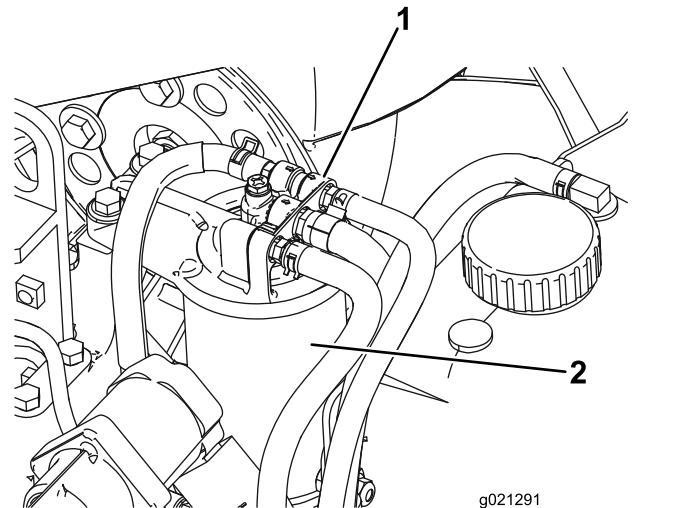

Bild 79
1. Reinigen Sie den Bereich um den Kraftstofffilterkopf (Bild 79).
2. Entfernen Sie den Filter und reinigen die Kontaktfläche (Bild 79).